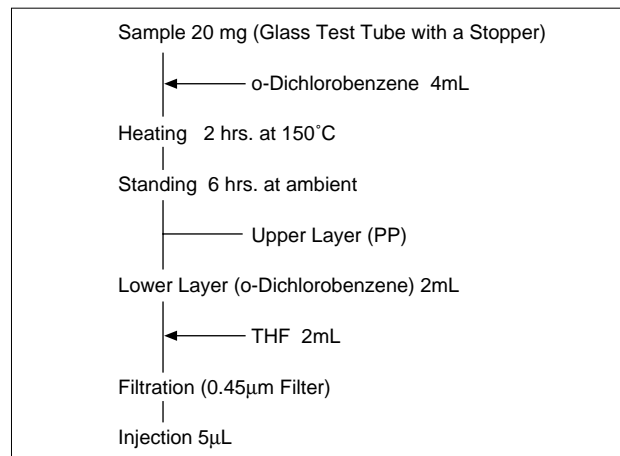
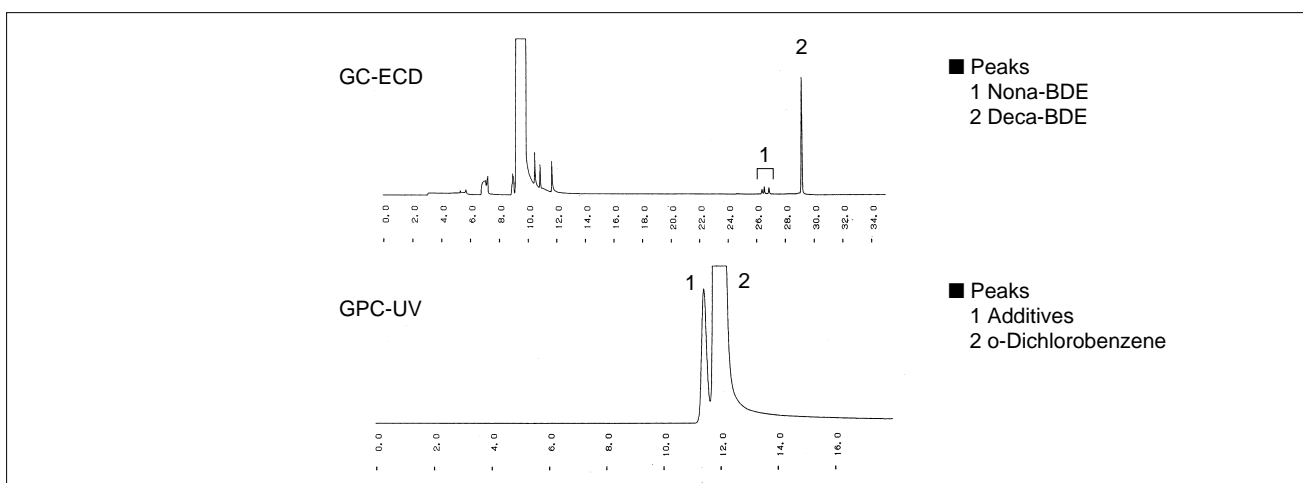

Fig.3 ポリプロピレン試料の前処理例
Fig.4 ポリプロピレンの分析
ポリプロピレン (PP) はGPCで通常移動相として使用するTHFやクロロホルム等に溶解しないため、*o*-ジクロロベンゼンにて加熱溶解させます。Fig.3にPP試料の前処理の一例を示しました。試料に*o*-ジクロロベンゼンを加え、150にて1~2時間加熱溶解させます。その後、室温にて静置するとPPが析出し(上層)*p*-ジクロロベンゼン(下層)と分離します。添加剤を含む下層を採取して適宜THFにて希釈し、0.45  $\mu$ mの非水系メンブレンフィルターにてろ過して注入します。Fig.4にポリプロピレンのクロマトグラムを示します。この試料では難燃剤としてDeca-BDEとその不純物と思われるNona-BDEが含まれていました。